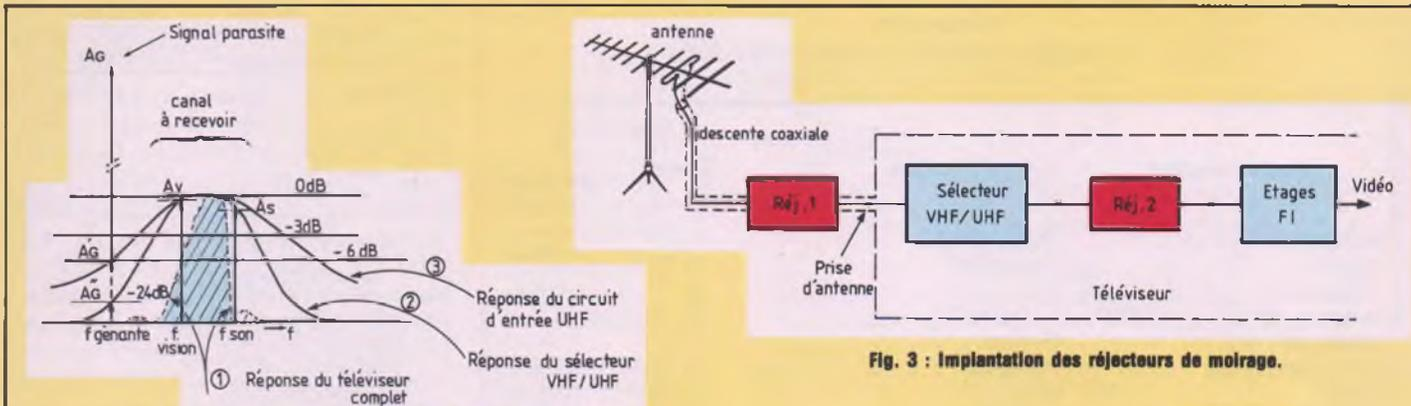

Fig. 1 : Différentes sélectivités d'un téléviseur selon l'étage intéressé par les signaux captés par l'antenne.
sélecteur VHF-UHF n'est pas encore assez grande pour éliminer complètement les fréquences environnantes. Ainsi, si nous nous reportons à l'exemple de la figure 1, les différences de niveau entre les signaux peuvent expliquer la possibilité d'un moirage : la réponse globale (1) du téléviseur semble éliminer tous les composantes extérieures au canal à recevoir ; cette propriété est due au gabarit particulier des étages FI. La sélectivité (2) du sélecteur VHF/UHF est évidemment moins grande et n'affaiblit pas tout à fait la fréquence gênante (niveau A''_G à -24 dB du niveau réel A_G). Mais au niveau de l'entrée UHF, le seul circuit qui s'y trouve – quand il s'y trouve ! – n'affaiblit guère (voir courbe 3). Considérons un cas local où l'amplitude A_G est celle de la porteuse vision de FR3 :